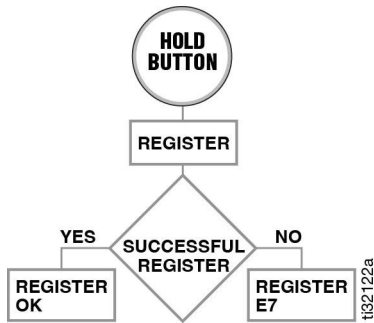

ABB. 3
3. Auf dem Display erscheint „REGISTER OK“ (REGISTRIERUNG OK) (ABB. 3, Seite 6) sobald der TFW in der Pulse-Software registriert ist. Dies kann etwa 20 Sekunden in Anspruch nehmen.
Wenn der TFW in der Pulse-Software nicht registriert werden kann, erscheint die Fehlermeldung „REGISTER E7“ REGISTRIERUNG E7) auf dem Display (siehe Schritt 1, ABB. 3).